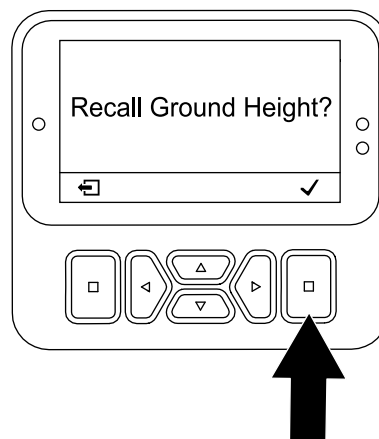

Figura 106
6. Pe ecranul Recall Ground Height (Reaccesare înălțime la sol) (Figura 106), apăsai butonul de selectare.